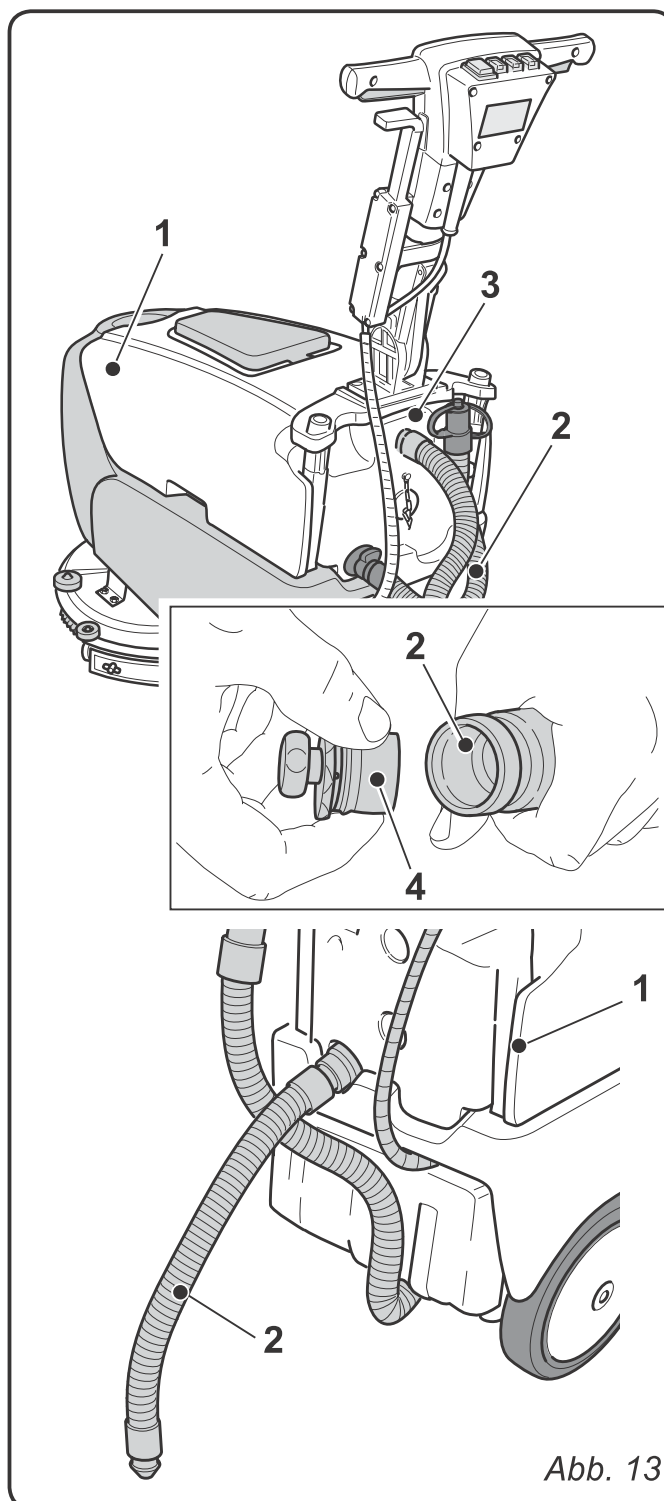

Abb. 13
10.1 ENTSORGUNG DES SCHMUTZWASSERS (Abb. 13)